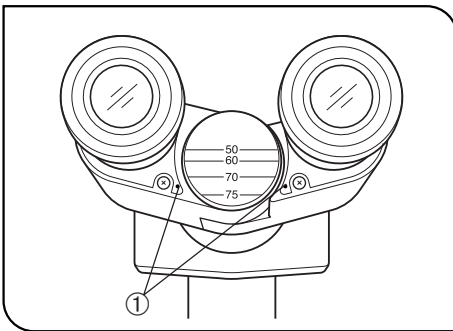

Abb. 9
Durch die Okulare blicken und den Okularabstand einstellen, bis das linke und das rechte Sehfeld vollständig zur Deckung gebracht sind. Die beiden Indexpunkte • ① müssen auf einer horizontalen Linie liegen. (Abb. 9)
Wenn der Augenabstand nicht genau 50, 60, 70 oder 75 beträgt, die Indexpunkte so einstellen, dass die Verbindungslinie zwischen den beiden Punkten parallel zu den horizontalen Linien auf dem Drehzapfen verläuft. (Abb. 9)